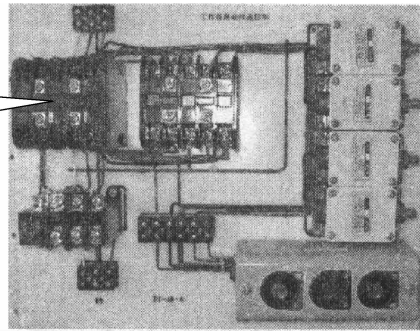
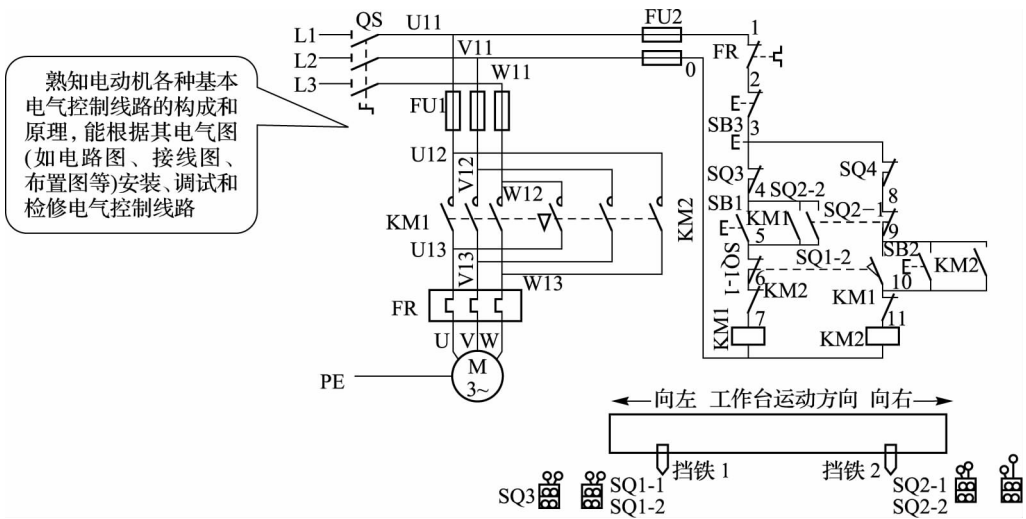
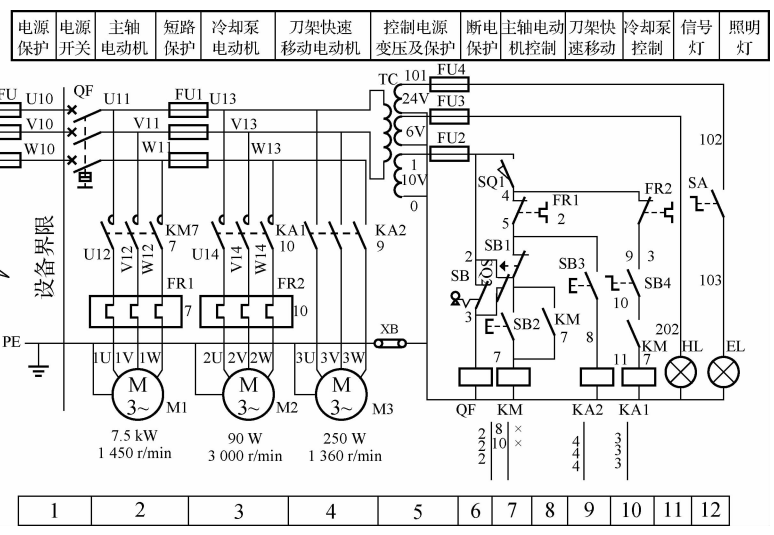

图 1-2 工作台自动往返控制配电箱
图 1-3 工作台自动往返控制线路图
图 1-4 CA6140 车床电气控制线路图
- (1)能正确选用、安装、检测和使用生产机械中常用的低压电器(见图 1-2)。
- (2)能识读和绘制电路图、接线图和布置图。
- (3)熟知电动机各种基本电气控制线路的构成和原理,能根据其电气图(如电路图、接线图、布置图等)安装、调试和检修电气控制线路(见图 1-3)。
- (4)熟悉电气识图的基本知识,熟知电动机的控制、保护和选择原则。
- (5)能正确设计和绘制简单的电气控制线路(见图 1-4)。